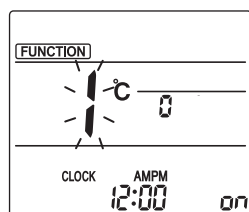

Fig. 3-1
- ② Wacht na het indrukken van de functietoets [F4] ongeveer 15 seconden en controleer de huidige toestand van de airconditioner.
- ③ Wijzig "M-NET address" (Klm.-adres) in het volgende nummer.
- Raadpleeg stap ① voor informatie over het wijzigen van "M-NET address" (Klm.-adres) en ga door met de controle.
- ① De stand voor handmatige waaierinstelling activeren. Druk op de toets [MENU]. (Begin deze bediening met uitgeschakelde schermweergave op de afstandsbediening.) "FUNCTION" wordt verlicht en "1" knippert. (Fig. 3-1)